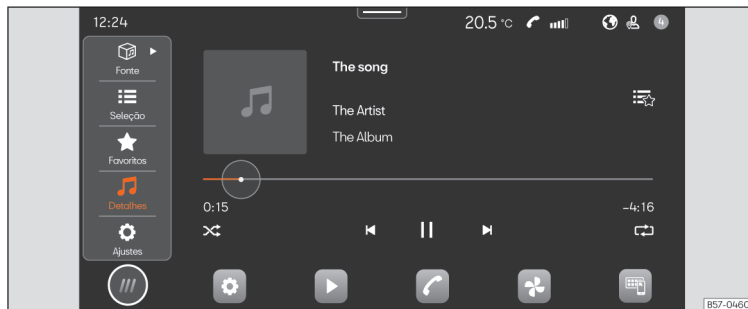

Fig. 135 Representação esquemática: Vista Multimédia.
- Pressione **HOME** > ► >>> **Fig. 135**.